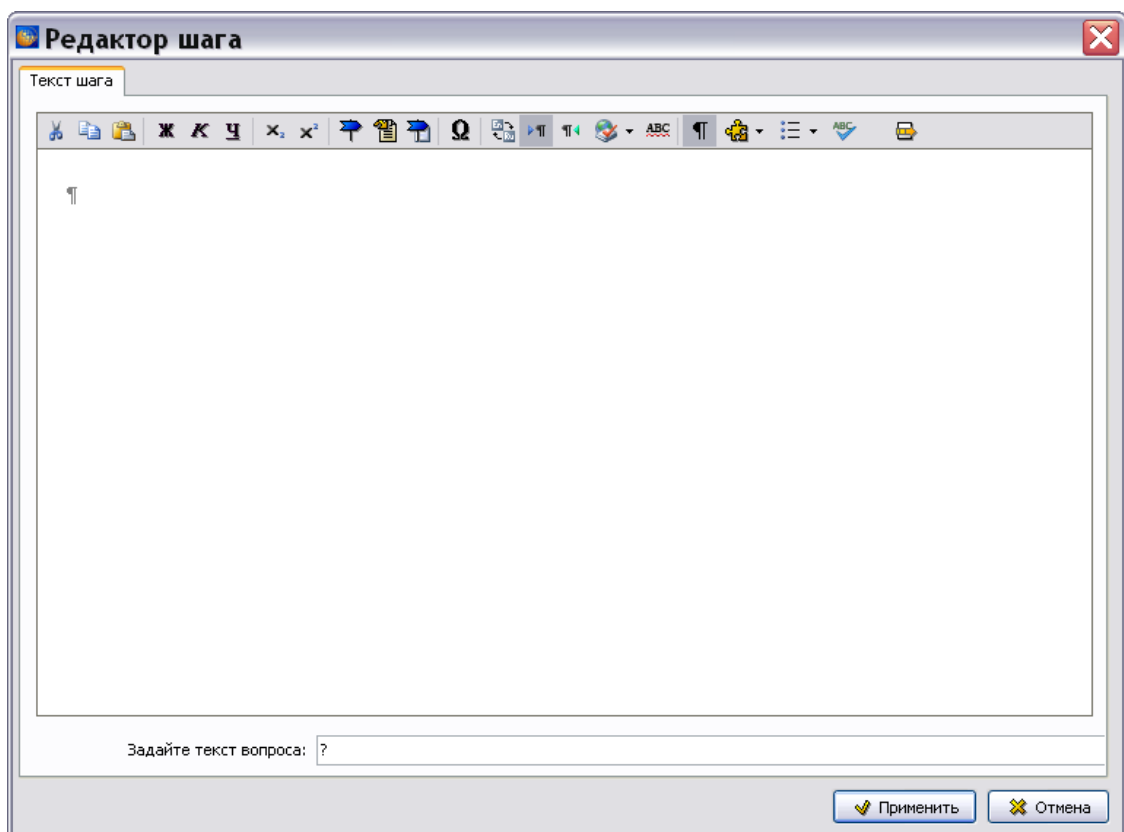

Рисунок 868
- 2) Для ввода текста шага щелкните два раза левой кнопкой мыши по прямоугольнику объекта диаграммы. После этого появится редактор шага (рисунок 868).